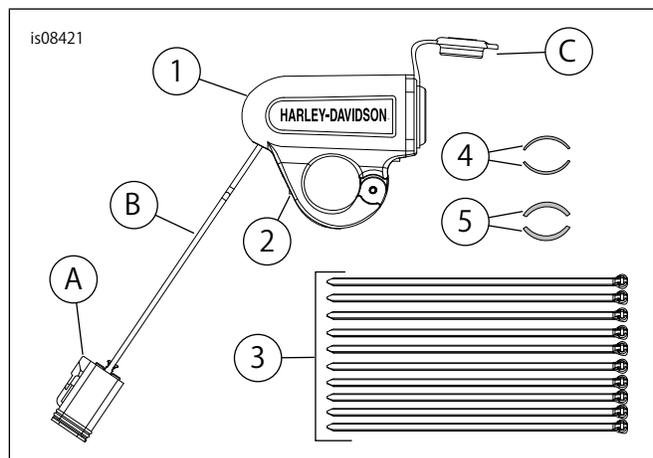

図3。交換用パーツ：ハンドルバー12V電源
「図3」および「表2」を参照してください。
5. 「図3」および「表2」を参照してください。
7. 図3を参照してください。電源ポートを希望する場所に配置します。ねじ(2)を所定の位置に置きます。まだ完全に締め付けしないでください。
- 図3を参照してください。6つのピンコネクタ(A)を切り取ります。
- 図3を参照してください。ソケットカバー(C)を取り外します。
- 図3を参照してください。ワイヤーをむき出しにして、キット(69201750)のターミナルをハーネス(B)に取り付けます。サービスマニュアルを参照してください。
14. その他すべてのモデル：図3を参照してください。アクセサリコネクタからダストカバーを取り外します。12Vコネクタを6ピンコネクタ(A)に差し込みます。